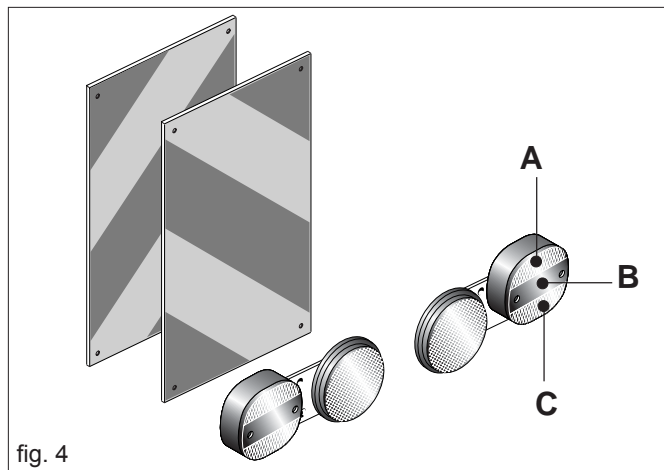

fig. 4
- 35) Lorsque les encombrements constitués par des équipements conduits ou semiconduits cachent la visibilité des dispositifs de signalisation et d'éclairage du tracteur, ceux-ci doivent être reproduits de façon adéquate sur les équipements, en respectant les normes du code de la route du pays en question. S'assurer que l'installation des phares fonctionne parfaitement lors de l'utilisation. On rappelle en outre que la séquence de signalisation correcte des feux prévoit (Fig. 4):